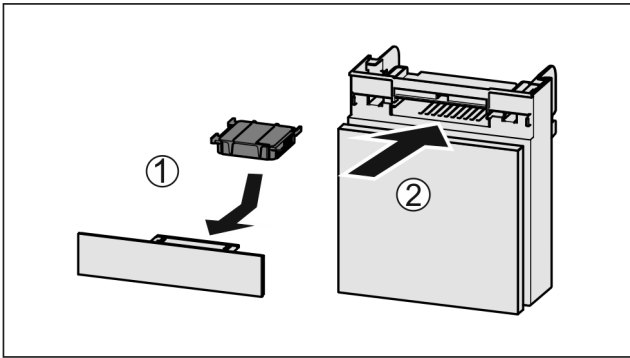

Fig. 36
- ▶ Inserire il vano Fig. 36 (2).